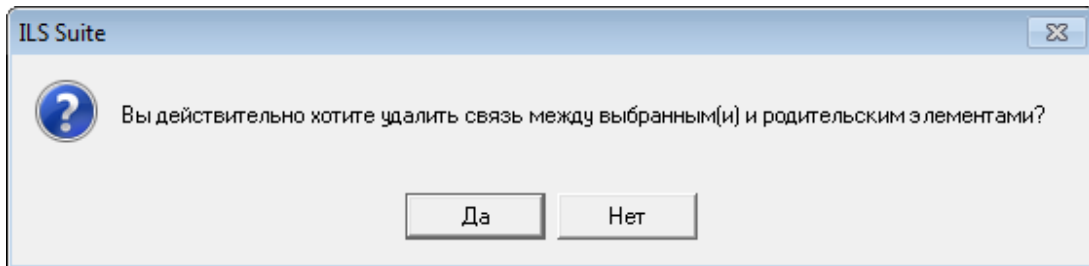

Рис. 10-397 – Диалоговое окно
- 6) Нажать кнопку «Удалить связь» панели «Правка» (рис. 10-397).